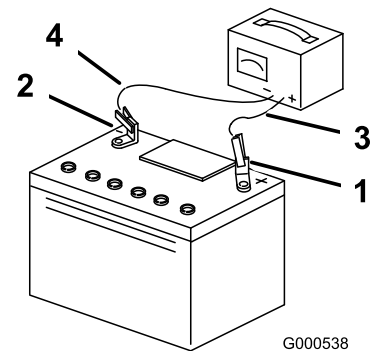

Figure 50
5. Une fois la batterie chargée au maximum, débranchez le chargeur du secteur, puis débranchez les fils du chargeur des bornes de la batterie (Figure 50).